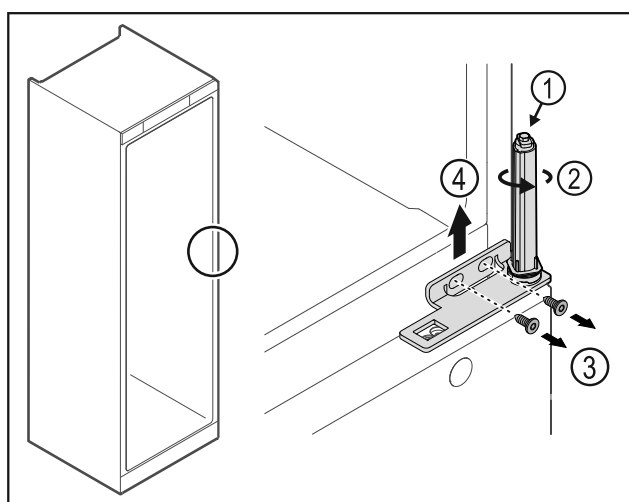

Fig. 33
- Nerozebírejte uzavírací systém dvířek Fig. 33 (1).
- Otáčejte uzavíracím systémem Fig. 33 (2), dokud nezacvakne.
- Povolte šrouby Fig. 33 (3), úhelník závěsu vyjměte směrem nahoru Fig. 33 (4).